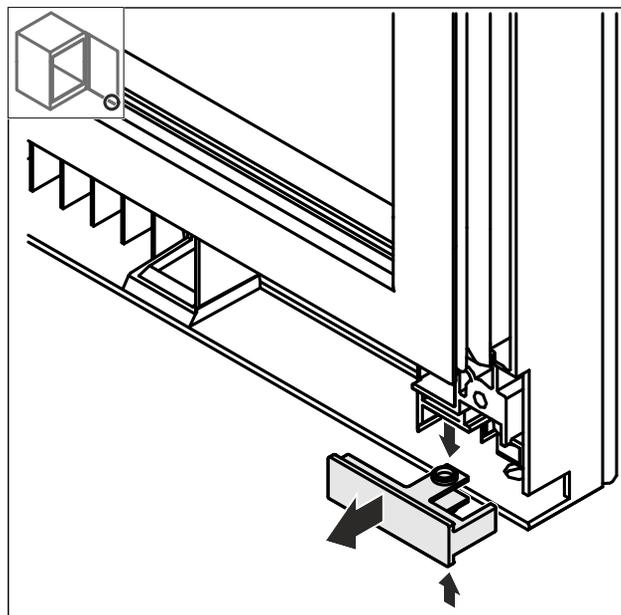

図15
- 図 15で引き抜いた下側カバーを180°回転させ、反対側に差し込みます。